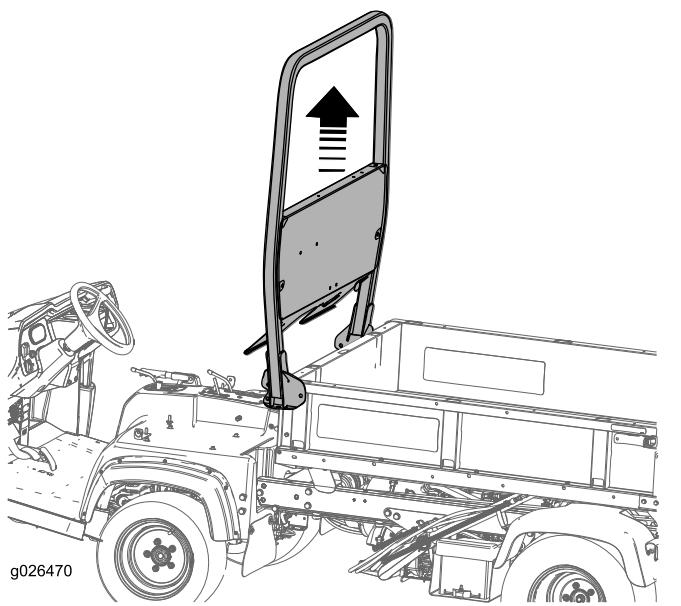

Bild 10
1. Entfernen Sie die sechs Schrauben, mit denen der Überrollschutz am Maschinenrahmen befestigt ist, wie in Bild 9 und Bild 10 abgebildet.